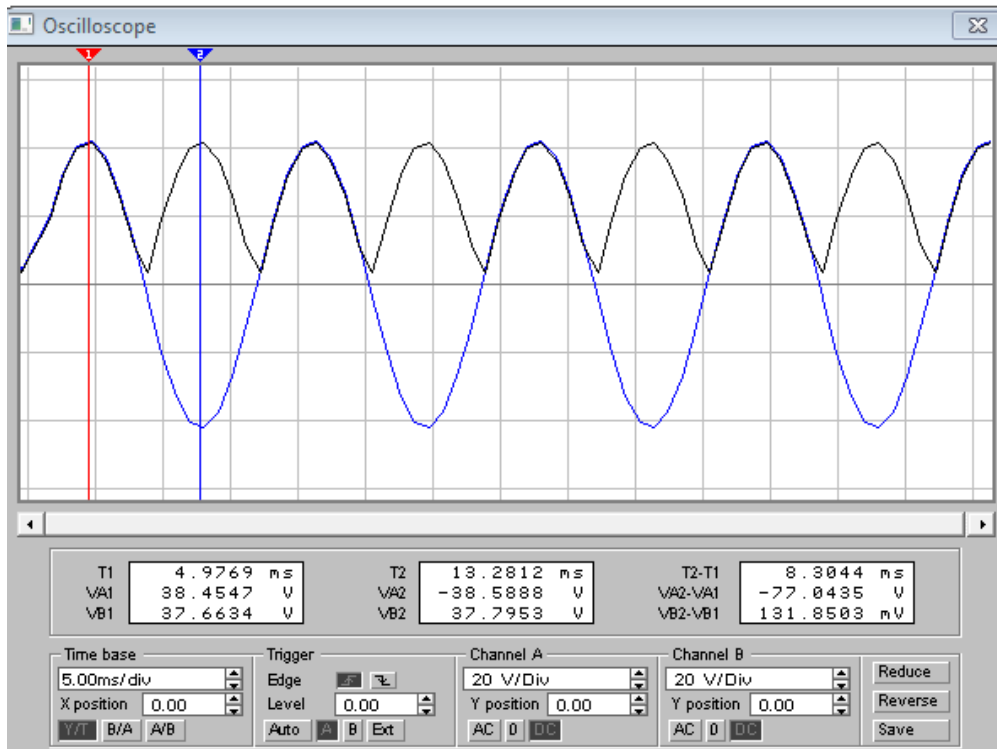

Рисунок 10.2 - Осцилограми напруг випрямляча з виводом середньої точки трансформатора
6. На віртуальному осцилографі за допомогою візирної лінії визначити амплітудні значення напруг на вході діода і на резисторі (рис. 10.2).